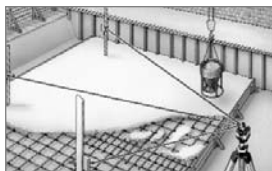

Bild 2
- Ein Kurbelstativ (Art.Nr.: 080.30) erleichtert die exakte Einstellung des Lasers auf eine Messhöhe (Bild 2).